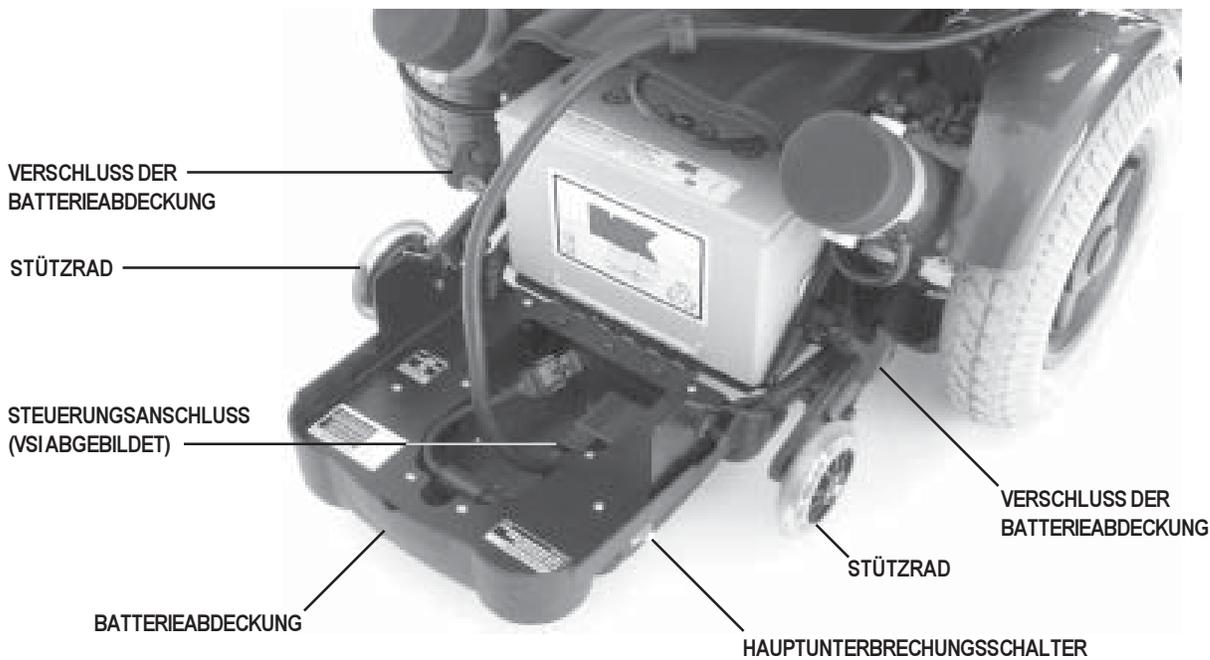

Abbildung 6. Die 1120 RWD Euro Antriebseinheit (Rückansicht - mit geöffneter Batterieabdeckung)
Die elektrischen Baugruppen befinden sich auf der Batterieabdeckung an der Hinterseite der Antriebseinheit. Siehe Abbildung 6.
2. Öffnen Sie die Batterieabdeckung und ziehen Sie den Stecker des Steuerpults aus der Rückseite der Antriebseinheit. Siehe Abbildung 6.